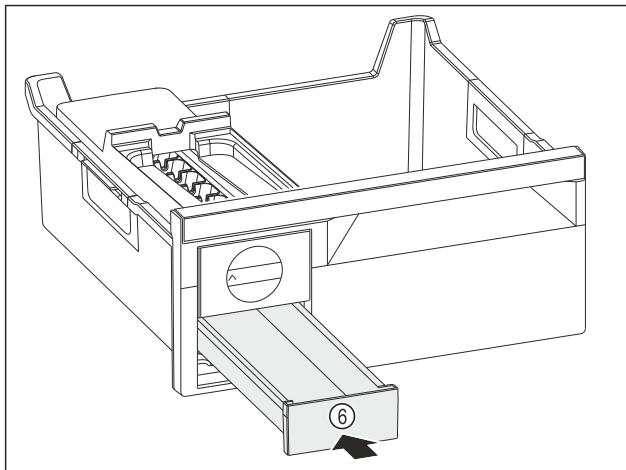

Fig. 109
- Eiszapfenschubfach Fig. 109 (6) einschieben.